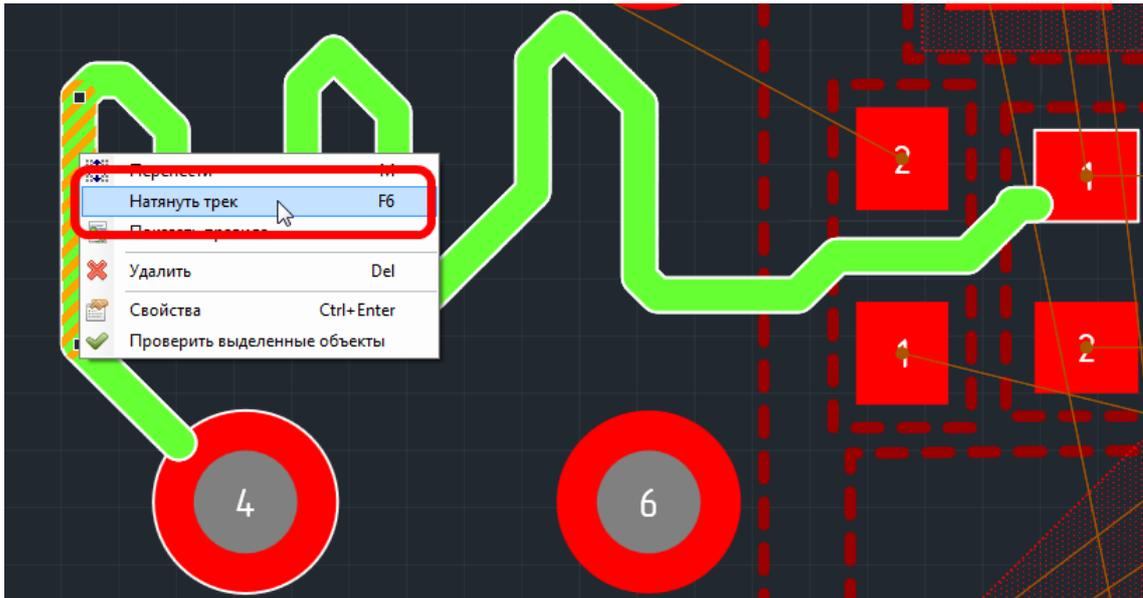

Рис. 73. Спряmlение трека
2. Выполнить команду «Натянуть трек», которая доступна в контекстном меню или с помощью «горячей» клавиши, назначенной для этого действия, см. Рис. 73. По умолчанию для команды «Натянуть трек» назначена клавиша «F6».